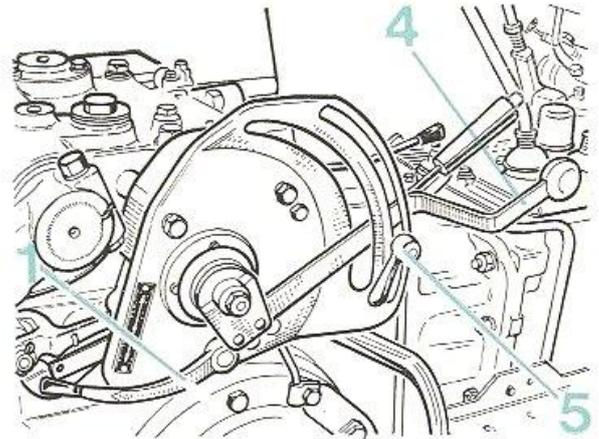

FIG. 44
A chaque position du levier (4) fig. 44 de commande du relevage sur le secteur, correspond une hauteur bien déterminée et constante des bras de relevage, donc de l'outil. Inversement le relevage total est réalisé lorsque le levier de commande est porté en butée vers l'arrière du secteur.
En travail pour des outils non équipés de roues ou de patins de limitation de terrage, mais qui doivent toujours occuper une position identique, il suffit de régler la butée (5) fig. 44 lorsque la profondeur désirée est atteinte. En portant le levier de commande au contact de cette butée, on retrouve un terrage de l'outil strictement égal.